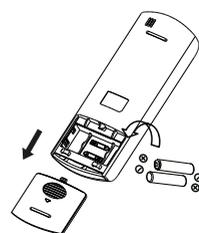

Рисунок 2 - порядок замены батареек ПДУ
- Для замены батареек, необходимо сдвинуть крышку пульта управления (см. рис. 2), извлечь батарейки и вставить новые, после чего установить крышку на место.